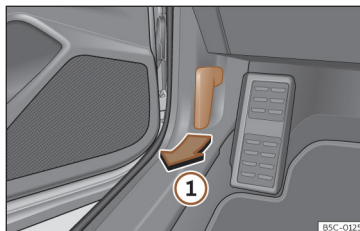

Abb. 155 Entriegelungshebel im Fahrerfußraum.
- Öffnen Sie die Tür und ziehen Sie an dem Hebel unterhalb der Instrumententafel »» Abb. 155 ①.